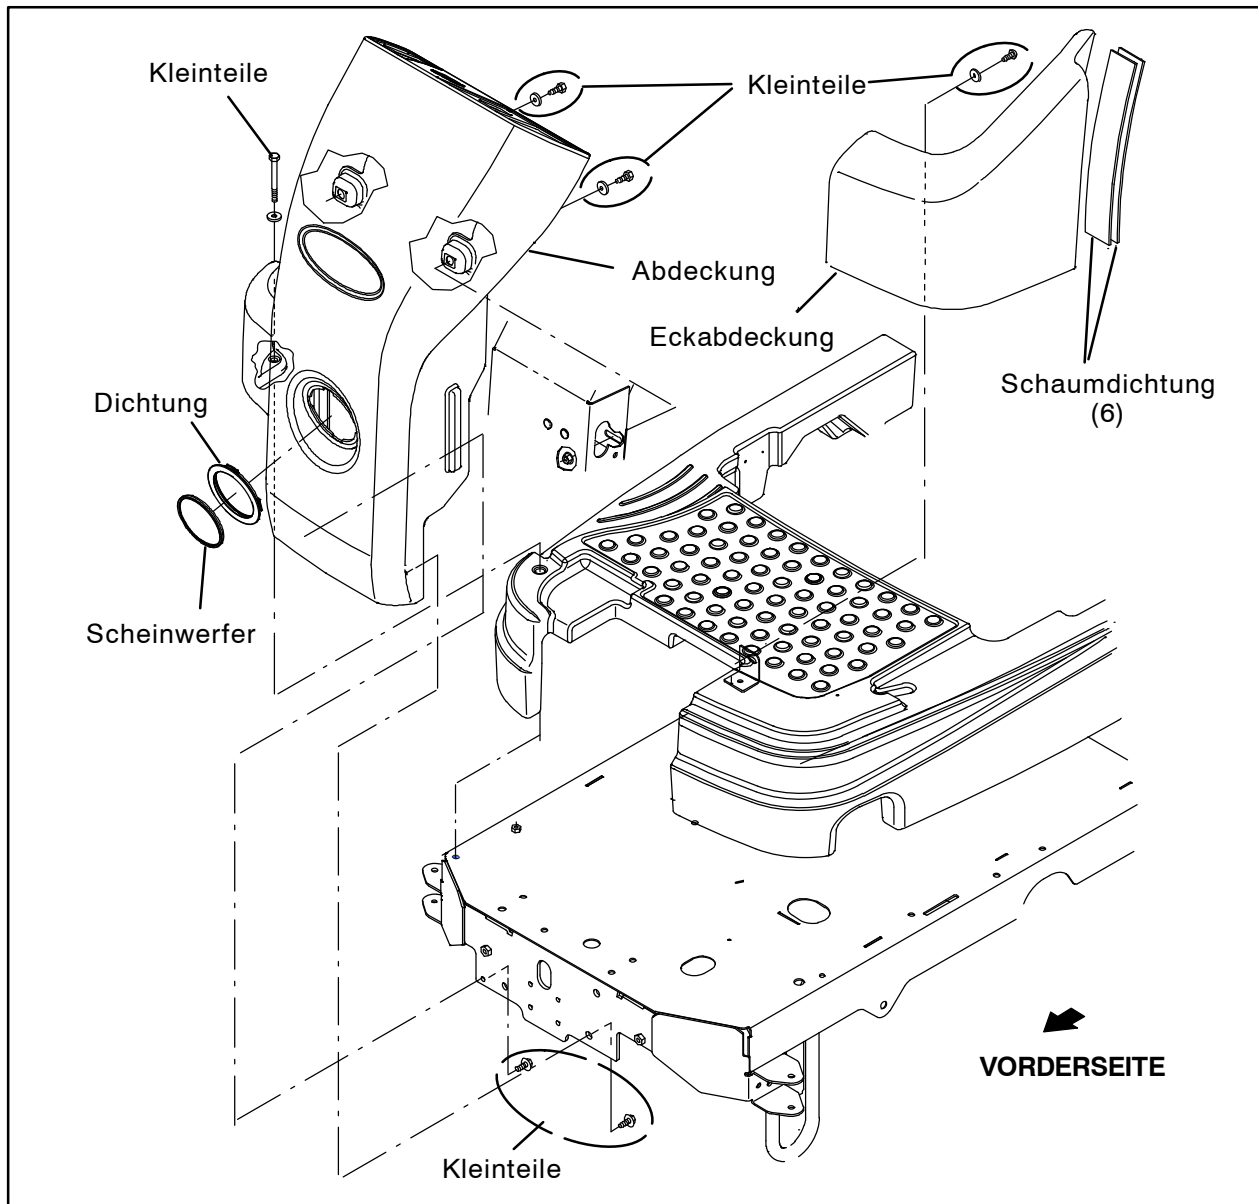

ABB. 66
38. Reinigen Sie die Schaumdichtungen der Eckabdeckung und des Frischwassertanks. (Abb. 66)
39. Montieren Sie die neuen Schaumdichtungen (6) an den Stellen der alten Schaumdichtungen an der Eckabdeckung und am Frischwassertank. (Abb. 66)
40. Montieren Sie die Eckabdeckung. (Abb. 66)